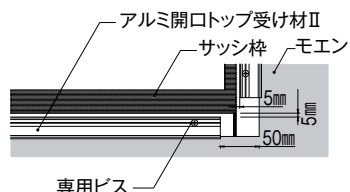

図7 アルミ開口トップ受け材Ⅱの取り付け位置
- ▶ アルミ開口トップ受け材Ⅱはサッシとの隙間を5mm設け、切り欠いたモエンの角部から50mm離して取り付け。アルミ開口トップ受け材Ⅱ同士の間隔は50mm～300mmあける。(図7参照)